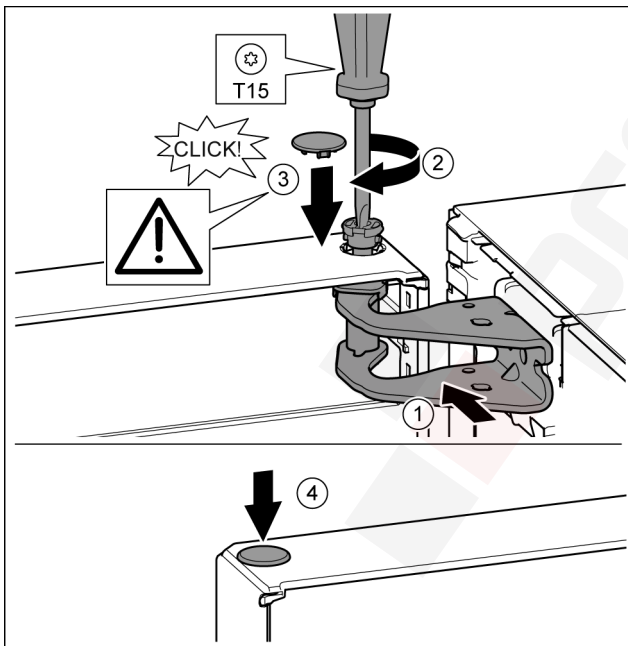

Fig. 17
- Fent igazítsa a csapágybak nyílásához az ajtót. Fig. 17 (1)
- Helyezze be a csapot, és a T15 csavarhúzóval húzza meg. Fig. 17 (2)
- Az ajtó biztosítása érdekében szerelje fel a biztonsági fedelet: Helyezze fel a biztonsági fedelet, és ellenőrizze, hogy felfekszik-e az ajtóra. Egyébként a csapszeget teljesen helyezze be. Fig. 17 (3)
- Helyezze be a dugót. Fig. 17 (4)